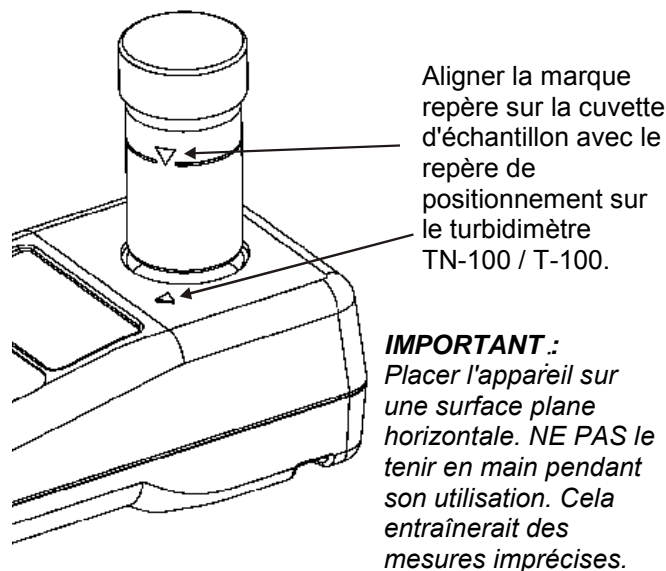

Figure 10 : Alignement de la marque de la cuvette d'échantillon avec le repère de positionnement de l'appareil
5. Après la séquence de démarrage, l'affichage clignote [--Rd--] pendant environ 12 secondes. Voir Figure 10 .